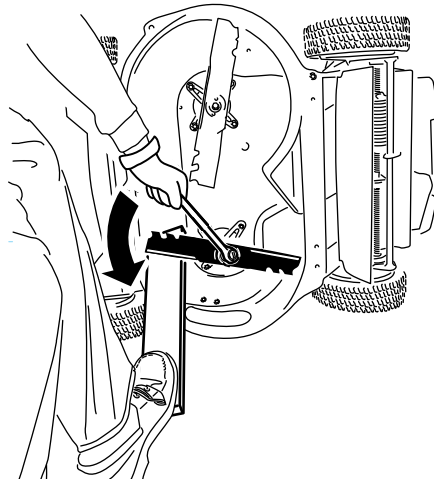

Figura 36
1. Utilize um calço de madeira para segurar cada lâmina e rode o parafuso da lâmina no sentido contrário ao dos ponteiros do relógio como se mostra na Figura 36.